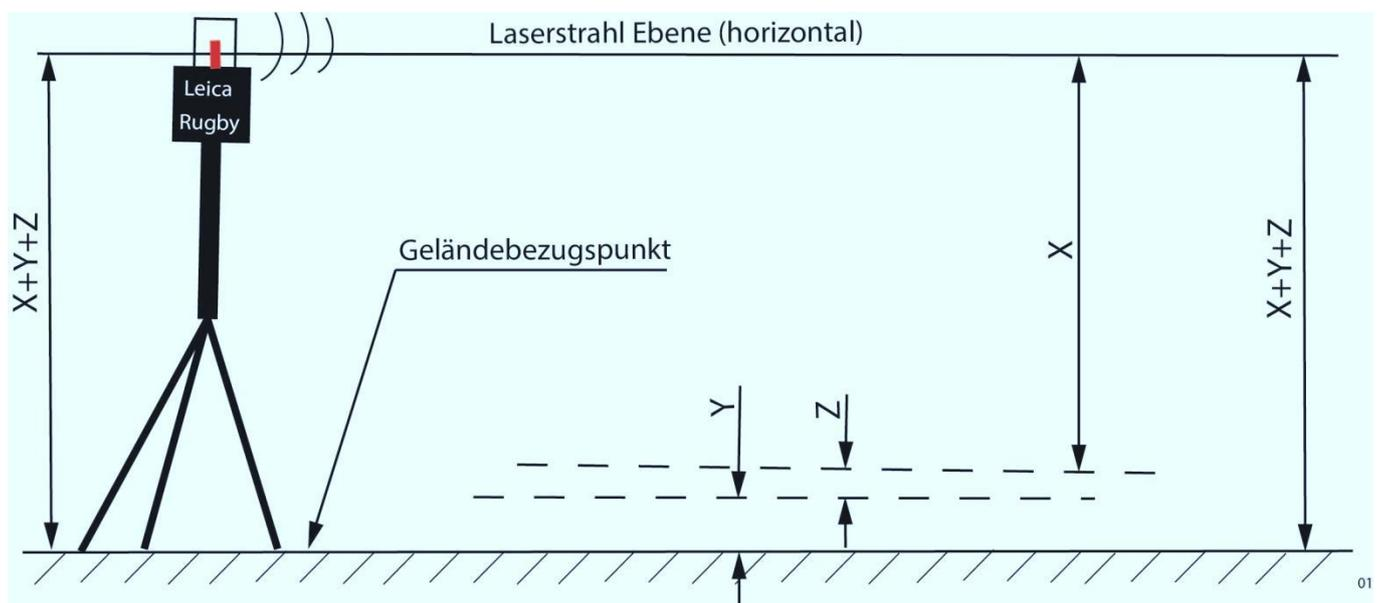

Abb. 16
- Um eine horizontale Planumoberfläche mit Hilfe der Lasersteuerung herzustellen, muss auch die Laserstrahlebene horizontal eingestellt werden (siehe Abb. 16).